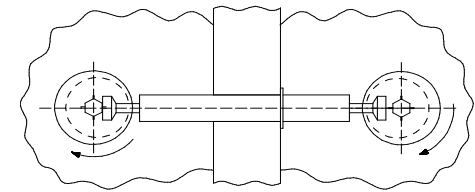

Рис.2
6. Стену вертикальную поз.3 закрепить к основанию и стенке поз. 4 на эксцентрики с двухсторонним штоком поз.011,014 (рис.2) и шканты 8x50 поз.032.